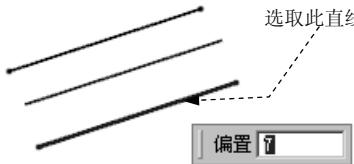

图 5.6.26 直线的偏置（一）
- Step 4 定义参考直线。选取图 5.6.26 所示的直线为参考。
- Step 6 单击中键，结束派生直线的创建，结果如图 5.6.26 所示。